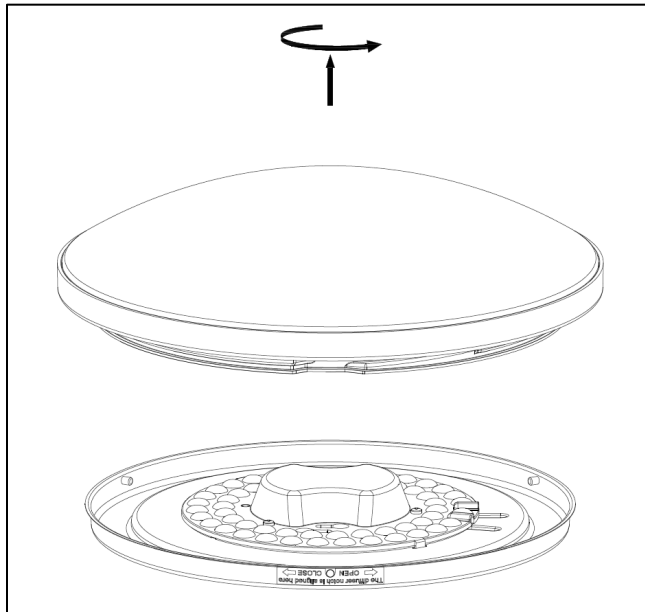

Figura 4
5. Retire el difusor (4) girándolo hacia la dirección ABIERTA desde el montaje de la carcasa (2). (Consulte la Figura 4).
1. Retire el difusor (4) girándolo hacia la dirección ABIERTA desde el montaje de la carcasa (2). (Consulte la Figura 4).